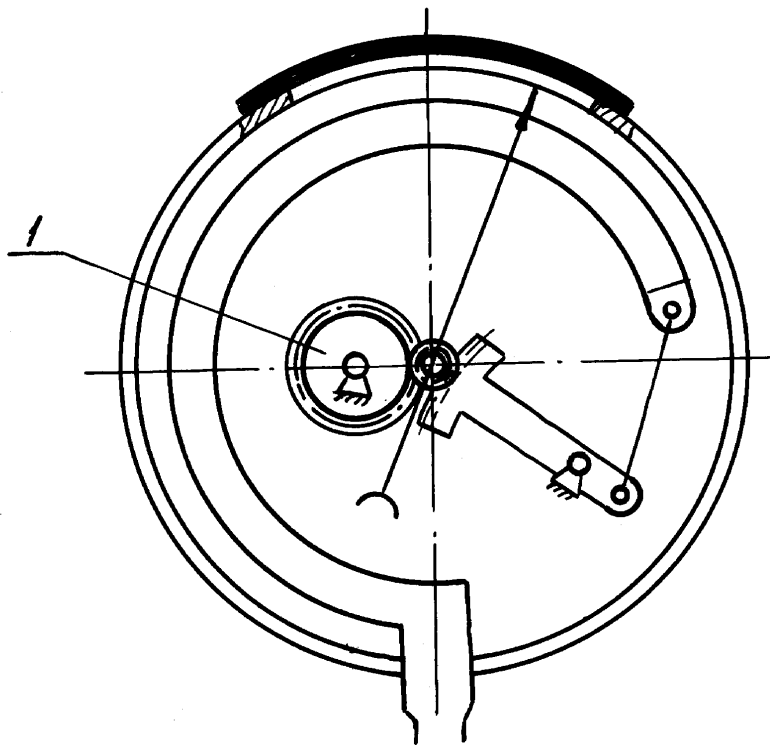

Рисунок 2
3.3 Виброустойчивые манометры (рисунок 2) корректора нуля и балансировочного устройства не имеют.